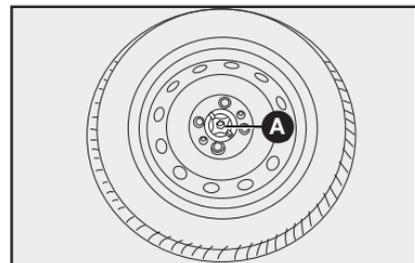

fig. 31
17) Coloque la rueda pinchada en el alojamiento de la rueda de repuesto **fig. 31**, fijándola con el seguro **A**.